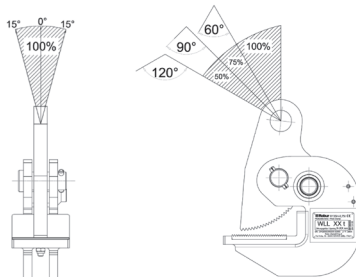

Fig. 8
**!** **LET OP:** In het geval van een schuine lift moet het laadvermogen worden verminderd volgens het diagram in Fig. 8.